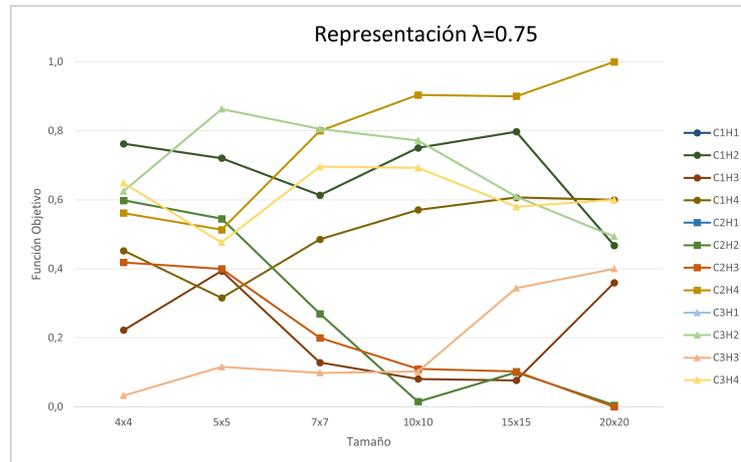

Figura 4.45 Representación RDI General $\lambda = 0,75$ (Elaboración propia).
- $\lambda = 0,75$ → Es el caso en el que se pondera con un 75% el valor del Core Idle Time y con un 25% el valor del Makespan. Tras visualizar la Figura 4.45, para tamaños inferiores a 7x7, la Heurística que proporciona mejores resultados es C3H3 aunque para instancias superiores, es el C2H2.